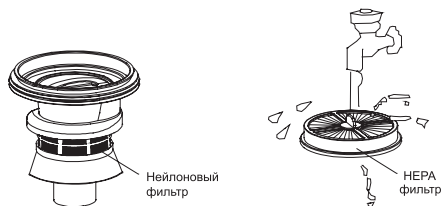

Рис. 9
4. Для чистки фильтра HEPA можете воспользоваться мягкой щеткой. Промойте нейлоновый и HEPA фильтры под проточной водой (Рис. 9).